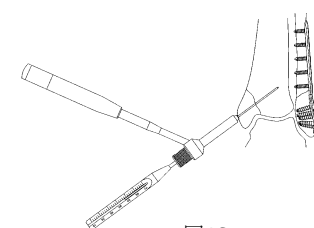
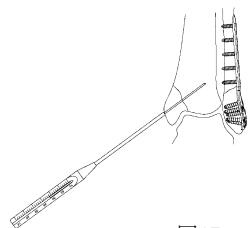

図 26
図 27
- 3) 経皮的挿入器の 13 ガイドピンスリーブを取り外します。13 ガイドピンデプスゲージを挿入し, 刺入深さを計測します。(図 26) 13 ガイドピン用ガイド (S) を用いる場合は, 13 ガイドピンに 13 ガイドピンデプスゲージを挿入し, 刺入深さを計測します。(図 27) この深さは実測値で計測されます。